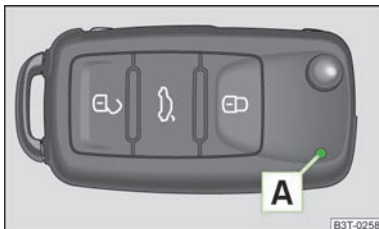
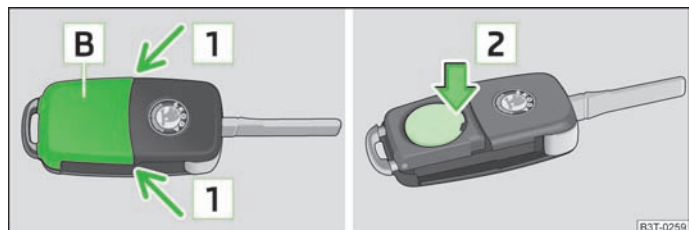

Abb. 9
Abb. 10 Funkschlüssel - Deckel abnehmen / Batterie herausnehmen
Mit dem Fahrzeug werden zwei Funkschlüssel » Abb. 9 ausgeliefert.
Jeder Funkschlüssel enthält eine Batterie, die unter dem Deckel **B** untergebracht ist » Abb. 10. Wenn die Batterie entladen ist, blinkt nach dem Drücken einer Taste auf dem Funkschlüssel die rote Kontrollleuchte **A** nicht » Abb. 9. Wir empfehlen Ihnen, die Schlüsselbatterie von einem ŠKODA Vertragspartner wechseln zu lassen. Falls Sie jedoch die entladene Batterie selbst wechseln möchten, gehen Sie wie folgt vor:
- Die Batterieabdeckung mit dem Daumen oder mit einem flachen Schraubendreher im Bereich der Pfeile **1** abdrücken » Abb. 10.
- Durch Drücken der Batterie nach unten, im Bereich des Pfeils **2**, die entladene Batterie aus dem Schlüssel herausnehmen » Abb. 10.
Diese Wahlfunktion ermöglicht die Entriegelung aller Türen, einzelner Türen, bei der Türen auf der linken oder rechten Fahrzeugseite oder gleichzeitiges Entriegeln der Fahrer- und Beifahrertür. Die anderen Türen und die Tankklappe bleiben verriegelt und werden erst nach nochmaligem Entriegeln mit der Entriegelungstaste auf dem Funkschlüssel » Abb. 9 oder mit der Zentralverriegelungstaste » Abb. 12 entriegelt.